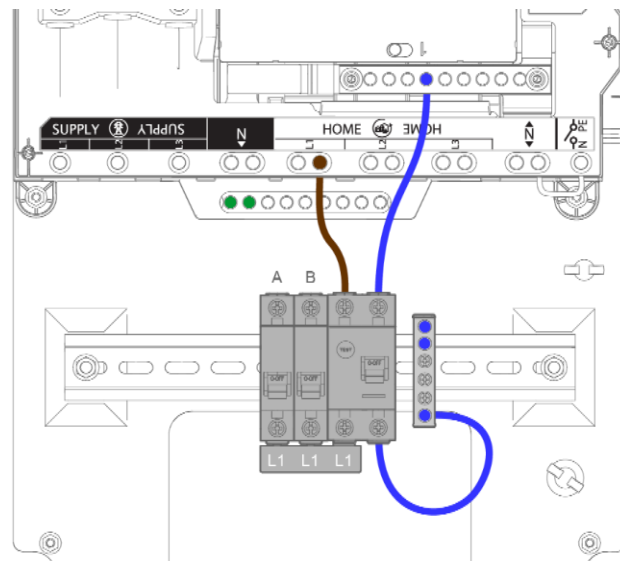

Abbildung 11: Einphasige Verkabelung
2. Die Phasenleiter von den Leistungsschaltern auf der Sammelschiene an den Backup-Anschlüssen des Backup Gateway anschließen (Abbildung 11). Diese Leiter müssen ausreichend dimensioniert sein, um den Strom der Hauptsicherung führen zu können.